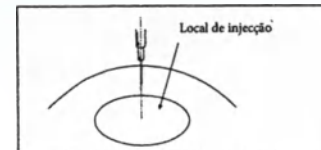

FIGURA 10
a) Insira uma nova agulha hipodérmica normal, estéril, de calibre 21 (ou inferior), com um bisel de 12°, no local de injeção. Idealmente, a agulha deve entrar perpendicularmente ao topo do local de injeção, conforme apresentado na Figura 10.